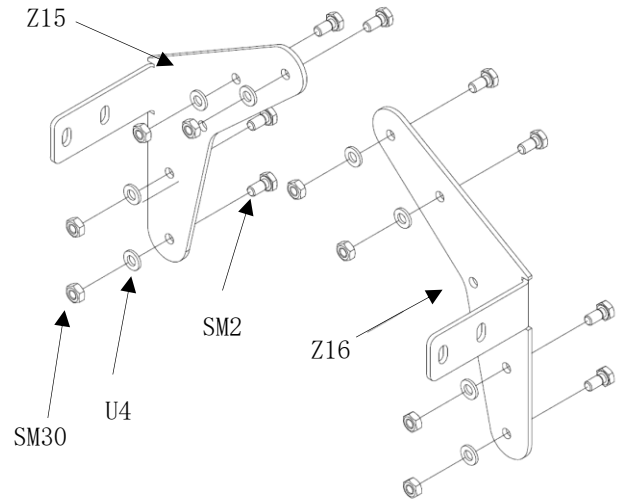

Abb. 11
- die beiden Giebelverbinder (links/rechts) (**Pos. Z15/ Z16**) mit den entsprechenden Verschraubungen bestücken. (Abb. 11)